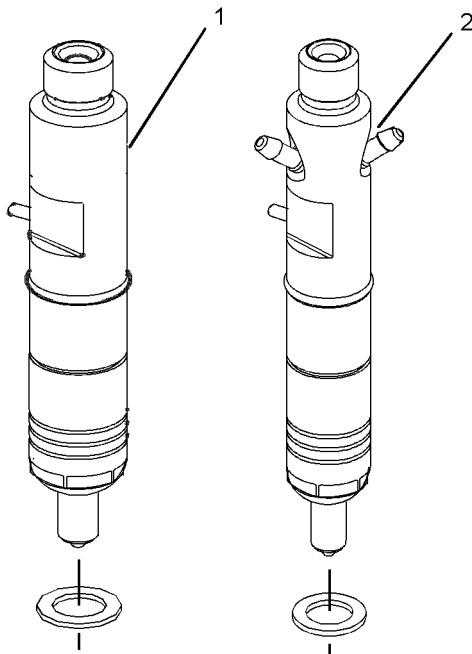

Abbildung 49
Das Kraftstoffeinspritzelement (1) in der Abbildung 49 hat keinen Kraftstoff-Rücklauf. Das Kraftstoffeinspritzelement (2) weist einen Kraftstoff-Rücklauf auf.